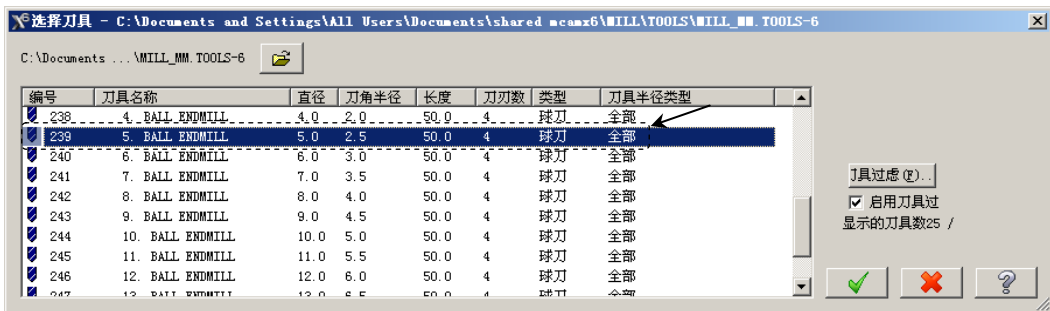

图 11.19 “选择刀具”对话框
Step4. 选择刀具。在“曲面残料粗加工”对话框中单击 **选择刀库** 按钮，系统弹出“选择刀具”对话框，在该对话框的列表框中选择图 11.19 所示的刀具。单击  按钮，关闭“选择刀具”对话框，系统返回至“曲面残料粗加工”对话框。